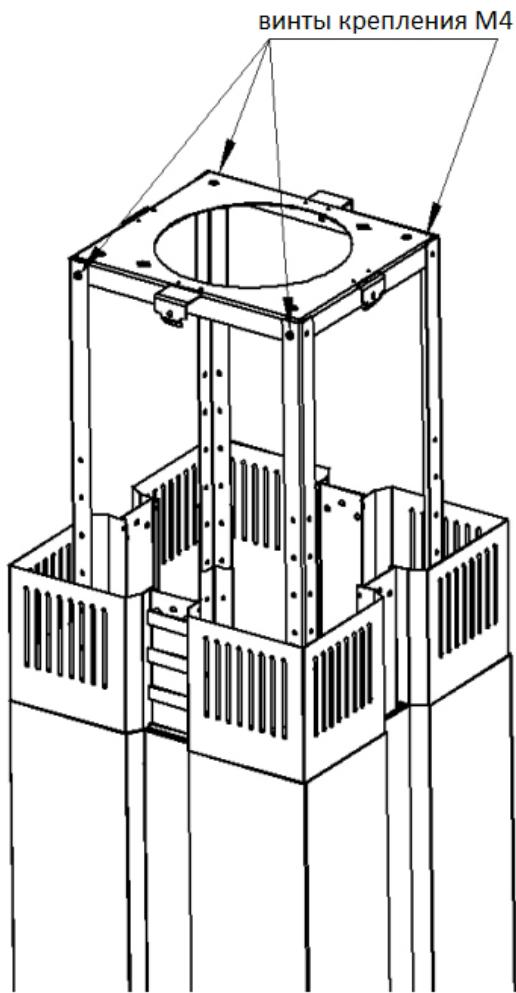

Рис. 4
3. Прикрепите вытяжку к потолочной пластине с помощью винтов M4 (рис. 4).